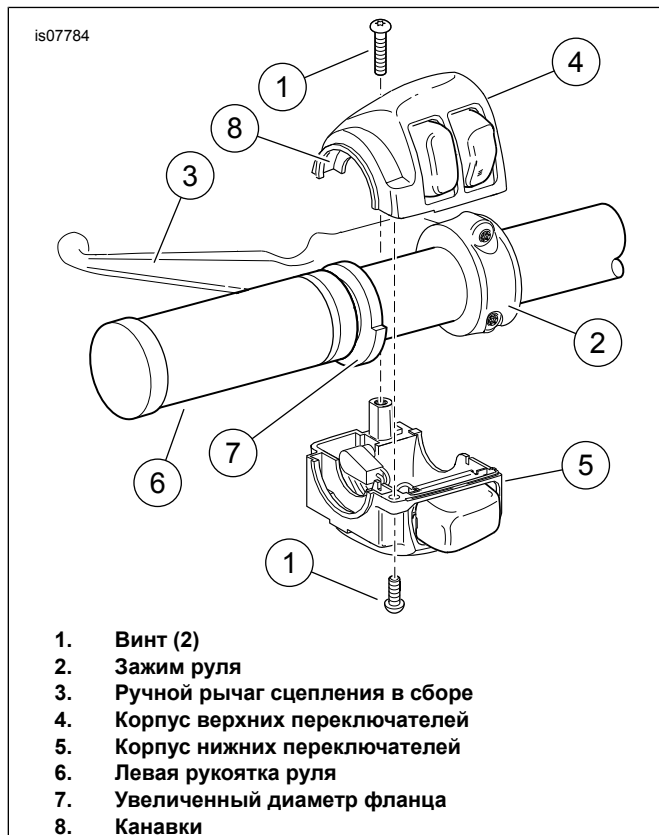
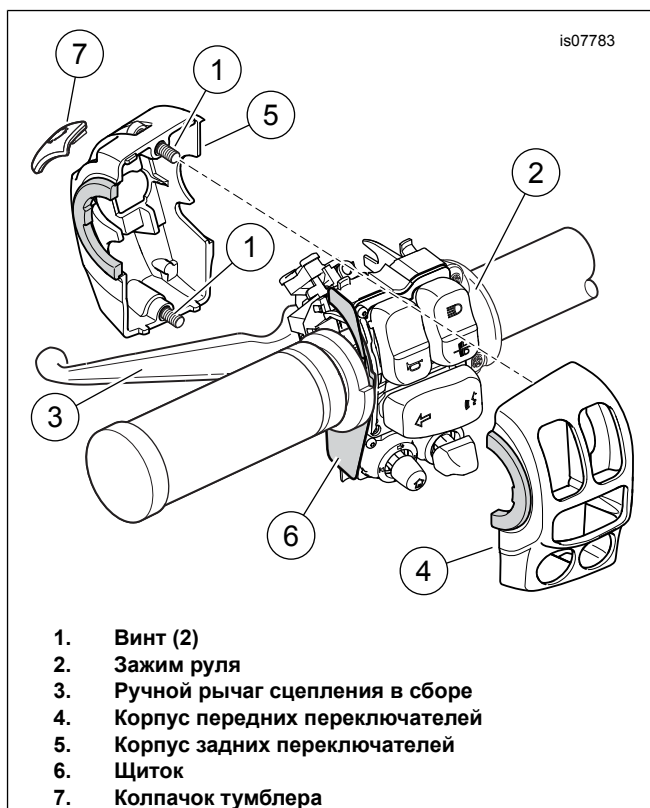

Рисунок 1. Корпус переключателя левого руля (модели Touring 2008-2013 и Softail 2006 и позднее)
Рисунок 2. Корпус выключателя на левой стороне руля (модель Touring 2014 г. и позднее)
- a. См. Рисунок 1 или Рисунок 2. Ослабьте два винта (1) и зажим руля (2).
- b. Расположите узел рычага сцепления (3) в стороне от корпуса переключателя.
1. См. Рисунок 1 . Поместите левую рукоятку с обогревом (6) так, чтобы участок фланца большего диаметра (7) находился внизу. Надавите на рукоятку до ее полной установки на руль.
- a. Расположите корпус нижнего переключателя под ручкой. Канавки (8) на внешней стороне корпуса переключателя должны установиться над фланцем на конце рукоятки.
1. См. Рисунок 2. **Модели 2014—2015 гг.:** Убедитесь, что экран (6) находится в правильном положении на внешней стороне модуля переключателей.
- a. Установите секции корпуса переключателей (4, 5) на модуль переключателей. Затяните невыпадающие винты (1) до упора.
- b. Установите рычаг управления сцеплением (3).
- c. Установите зажим руля (2) двумя винтами, снятыми ранее, но не затягивайте.